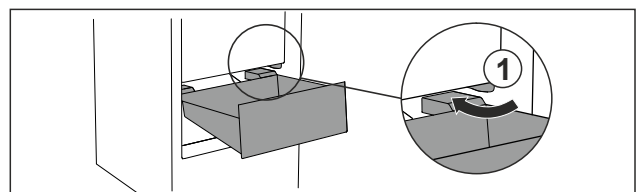

Fig. 78
- ▶ Far passare il cassetto intorno ai fermi Fig. 78 (1) inclinandolo.